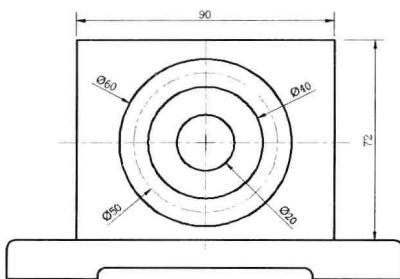

图 11-1-3
- (3) 使用“直线”按钮 L 和“圆心、半径”按钮 C ，绘制图形如图11-1-3所示。